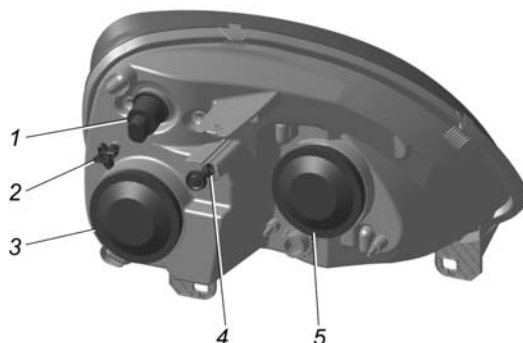

Рис. 8.5. Блок-фара:
Головные фары. Для замены ламп ближнего света и габаритного огня в блок-фаре необходимо снять резиновую крышку 3 (рис. 8.5).
- отрегулировать световые пучки ручками 2 (рис. 8.5) и через гнездо 4 поочередно для каждой фары.